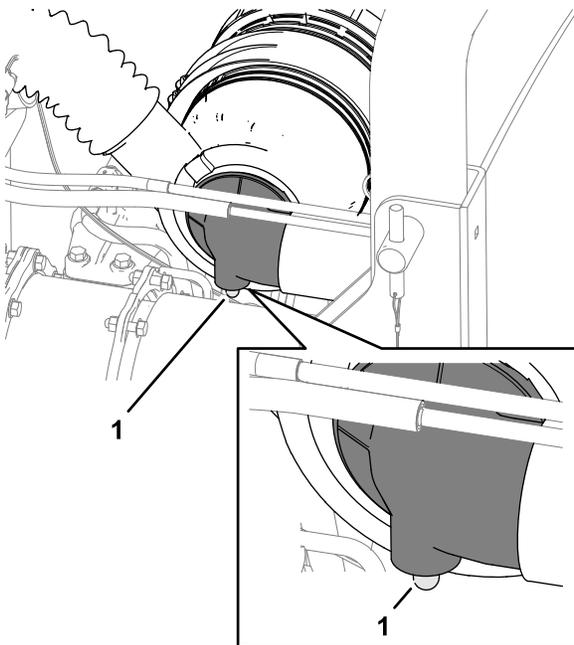

Figura 51
2. Verifique o indicador de bloqueio do filtro do ar (Figura 51).
Nota: Faça a manutenção do filtro de ar principal quando o indicador de bloqueio do filtro (Figura 51) estiver vermelho. Mudar o filtro de ar frequentemente aumenta a possibilidade de entrar sujeira no motor quando se retira o filtro.